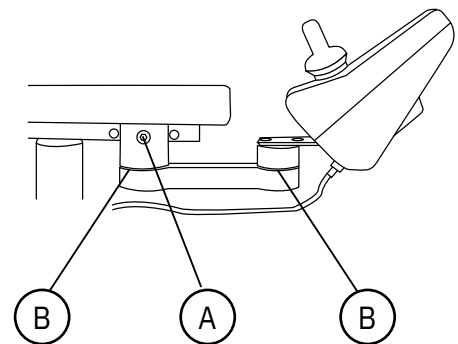

Figure 5.1. Bras de commande.
Le bras de commande est réglable en profondeur (A) et permet de régler la résistance dans les articulations (B), voir figure 5.1.